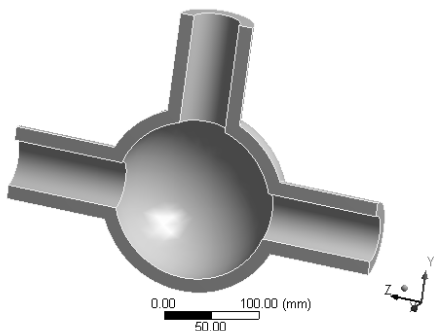

图 23-28 热分析模型
2) 在“Geometry”下找到第 2 个“Solid”，右击，在弹出的快捷菜单中选择“Supprsss”，得到的热模型如图 23-28 所示。